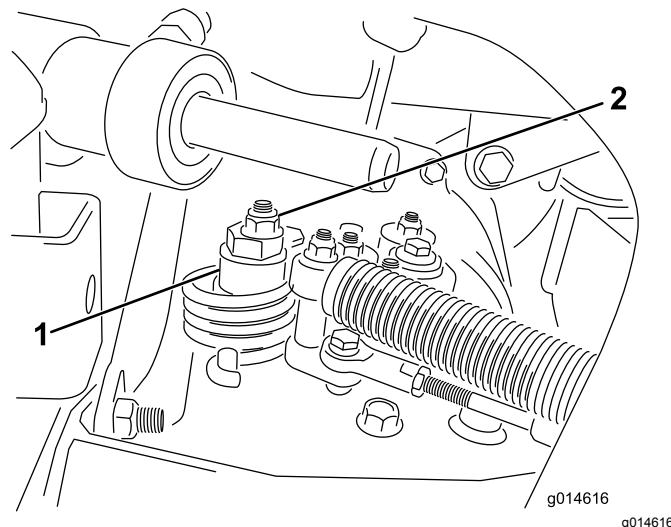

Figura 40
- A. Liberte a porca que fixa o disco excêntrico ao cima do hidróstato (**Figura 40**).
- C. Rode o disco excêntrico até eliminar a deslocação em qualquer um dos sentidos. Quando a roda deixar de rodar, aperte a porca, bloqueando deste modo o disco excêntrico e fixando a posição de ajuste (**Figura 40**). Verifique se o ajuste é o adequado colocando o acelerador nas posições LENTO e RÁPIDO.